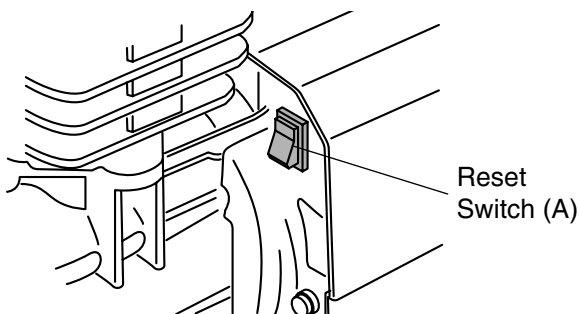

Fig. 6
3. Attendez environ 5 minutes, puis appuyez sur le bouton de réinitialisation du protecteur thermique (Voir Fig.6).